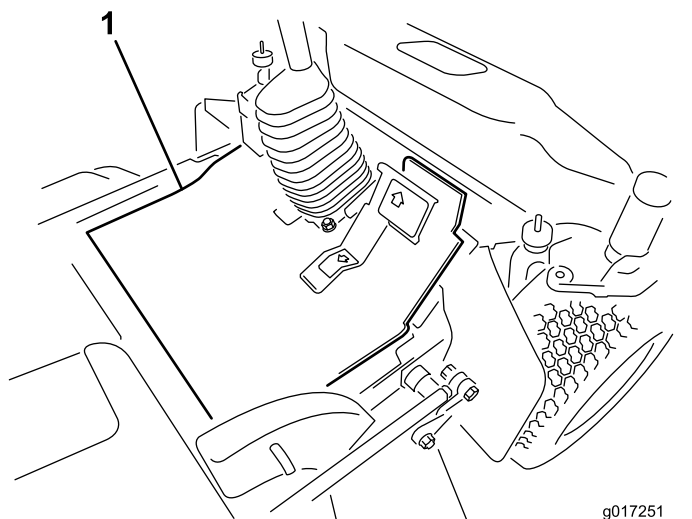

図 10
- ブレーキペダルの上からフロアマットを被せ、マットについているスリットを使って、走行ペダルを取り囲むようにマットを敷く 図 10。